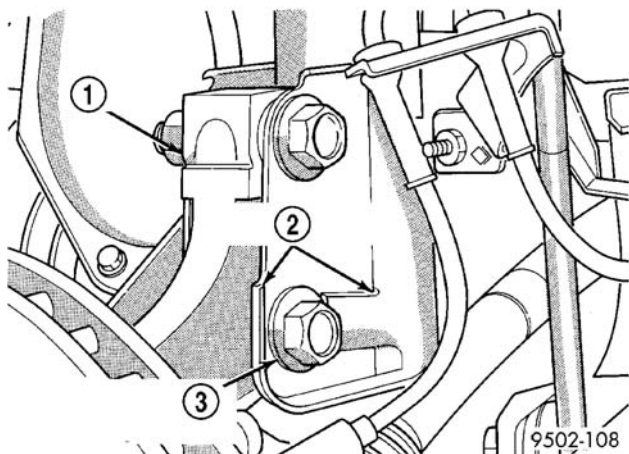

图 11 外倾角调整凸轮螺栓
- （10）转动下偏心凸轮螺栓，使其顶住滑柱 U 形支架的凸轮止动区，将前外倾角调整到理想的设定值（图 11）。设定外倾角后，紧固上滑柱 U 形支架螺栓和下凸轮螺栓。再次晃动车辆的前后相等的次数并验证前轮外倾角设定。将两个前滑柱至转向节的连接螺栓拧紧至 81 N·m（60 ft.lbs.）的扭矩，在达到要求的扭矩之后继续拧 1 / 4（90°）圈。